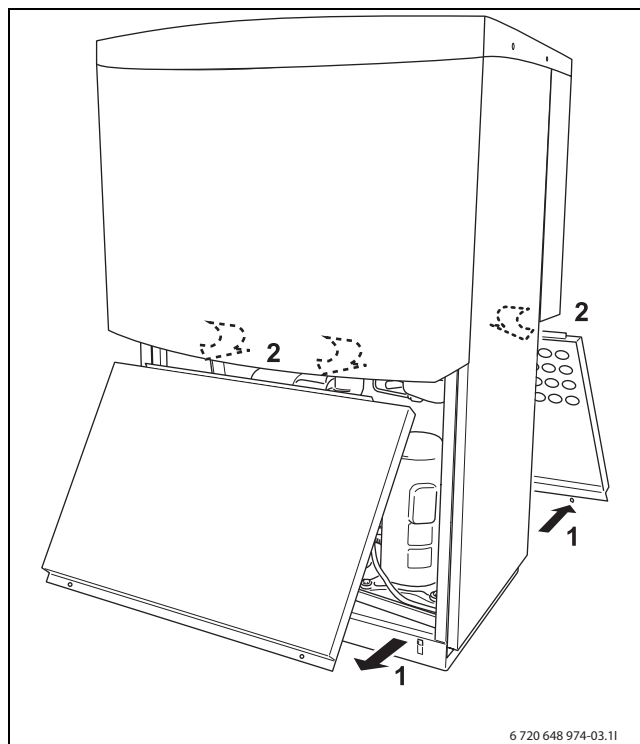

Fig. 7 AWO
- ▶ Demontér først servicelågen (→ Fig. 7).